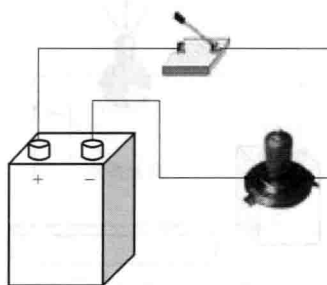

图 1-8 电路的断路状态
② 开路 开路也称断路。电路中没有电流通过，又称为“空载”状态。断路会使电路无法正常工作，如图 1-8 所示的断路状态。